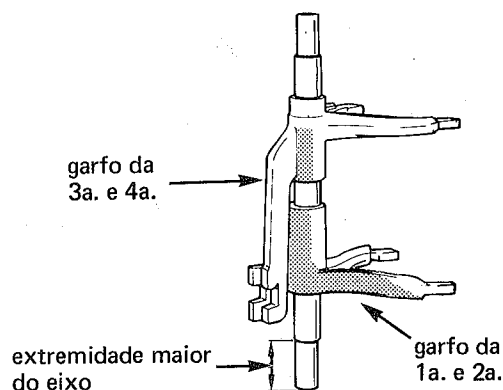

fig. 97
- 10.4. Instalar os garfos seletores nos respectivos rasgos das engrenagens (figs. 97 e 98)